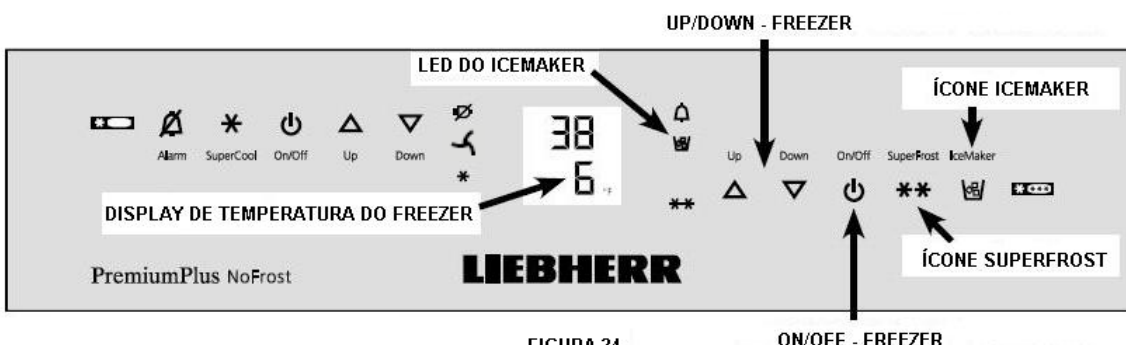

FIGURA 24
- Após efetuar a instalação hidráulica, ligue o *icemaker* através do ícone *icemaker*, Figura 24.
- Pressione o Ícone *icemaker*, então o LED do *icemaker* é acionado (Figura 24). Após o *icemaker* ser acionado, os primeiros cubos de gelo podem demorar até 24 horas para estarem prontos.
- Desparafuse a Grade de Ventilação (Figura 24).